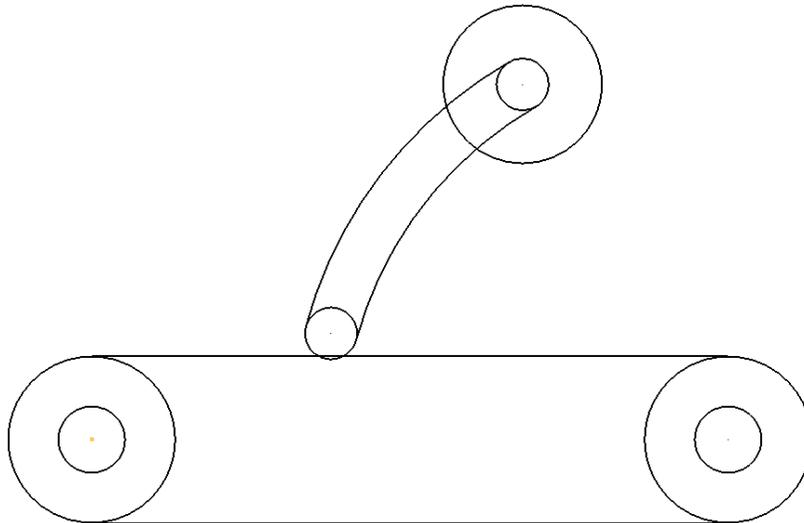

Figura 2.36 Líneas de arco entre círculos.
- Desde el menú Arco , seleccionar Crear un arco a través del centro, radio y tramo . Hacer clic en el centro de los círculos situados en X 305 y arrastrar el cursor hasta la posición más próxima que muestra la etiqueta de construcción Activado en una posición tangente al círculo superior de radio 12.5 mm (ayudarse girando el scroll del ratón para hacer acercamientos de la zona de tangencia.), hacer clic y arrastrar el cursor hacia el círculo inferior de 12.5 mm hasta la posición más próxima que muestra la etiqueta de construcción Activado en una posición tangente (ayudarse girando el scroll del ratón para hacer acercamientos de la zona de tangencia.). Repetir el proceso en los mismos círculos con las posiciones más alejadas de los mismos (Figura 2.36).